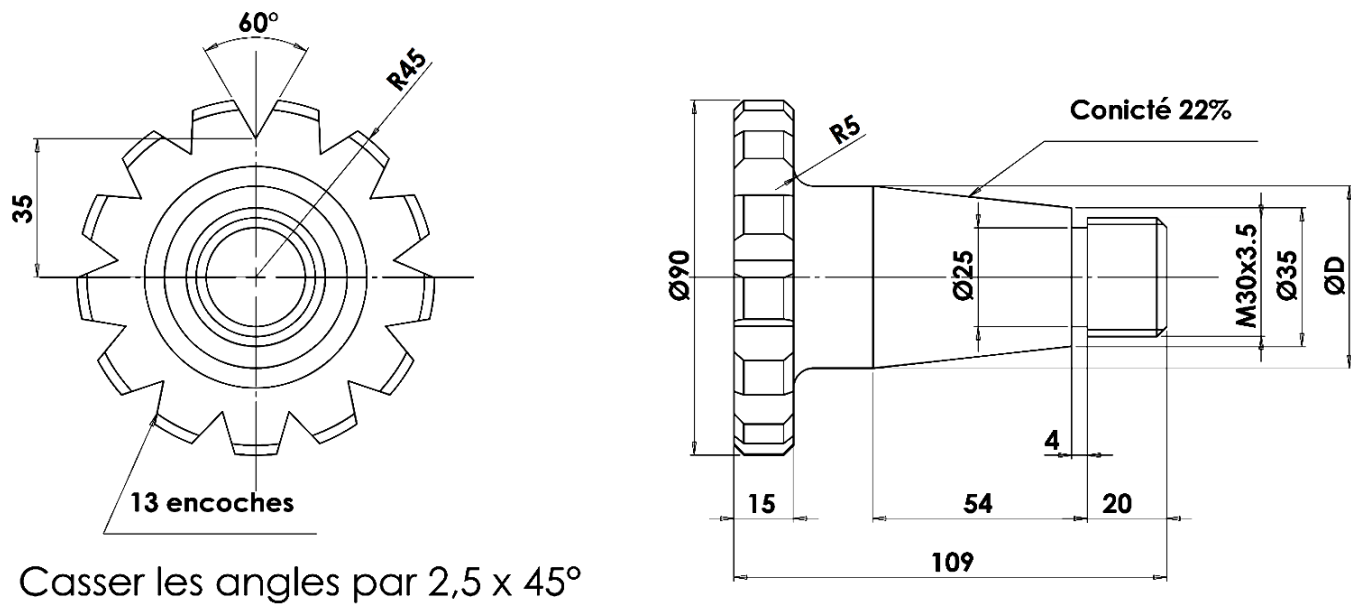

Figure 1 : dessin de définition partiel de l'axe
La pièce représentée par son dessin de définition partiel, figure 1 ci-dessous, est l'axe d'un système d'indexage et de blocage en vue d'un travail de réparation.
2.1 Calculer le grand diamètre **D** (en mm) du cône (voir figure 1 page 2/6) :